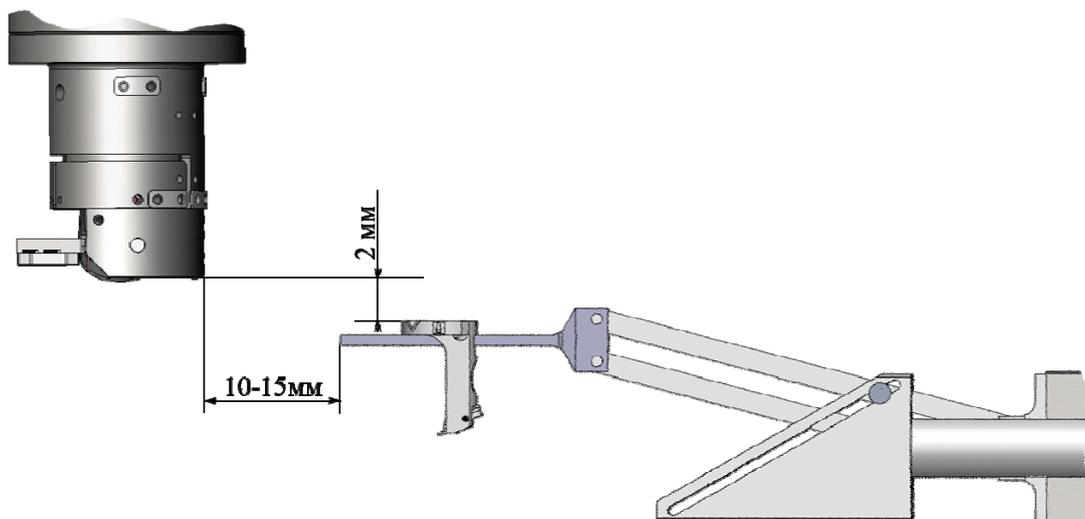

Рис. 5-18
11. Переместите зондовую головку в СЗМ камеру, управляя движением манипулятора с помощью кнопок панели **Manipulator**. Остановите манипулятор, когда кончик кронштейна будет находиться на расстоянии примерно $5 \div 10$ мм от сканера (Рис. 5-18). Визуально проконтролируйте относительное положение зондовой головки и сканера. Расстояние между